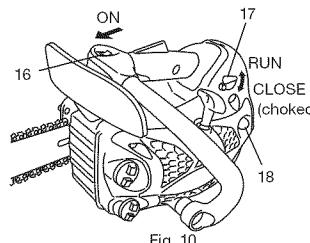

Fig. 10
Démarrage (Fig. 10, 11)
- Placez le commutateur "marche-arrêt" (16) en position "marche" (ON).
*Presser la poire de la pompe d'amorçage (18) (si la machine est munie) à plusieurs reprises pour que le carburant puisse s'écouler vers le carburateur (Fig. 10).
2. Poussez le levier d'étranglement (17) à fond vers le bas. Cette opération permettra de verrouiller automatiquement le papillon du carburateur dans la position de démarrage. (Fig. 10)
3. Tirer vivement sur la poignée du lanceur à retour automatique (6), ne pas relâcher la poignée brusquement mais d'accompagner son retour (Fig. 10).
4. Lorsque vous entendez que le moteur va démarrer, tirer la gâchette d'accélérateur (20) avec la gâchette de sécurité pressée (19). Le papillon des gaz passe ainsi de la position de démarrage à la position de fonctionnement et ramène automatiquement le levier d'étranglement en position de fonctionnement. (Fig.10, 11)